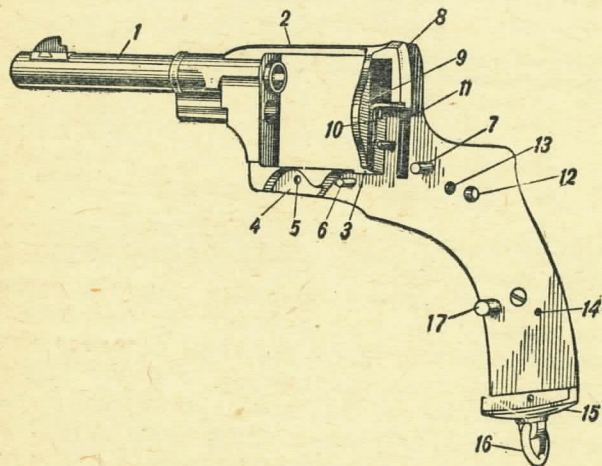

Рис. 8. Рамка с ввинченным стволом:
10. **Рамка** (рис. 8) служит для соединения всех частей револьвера.